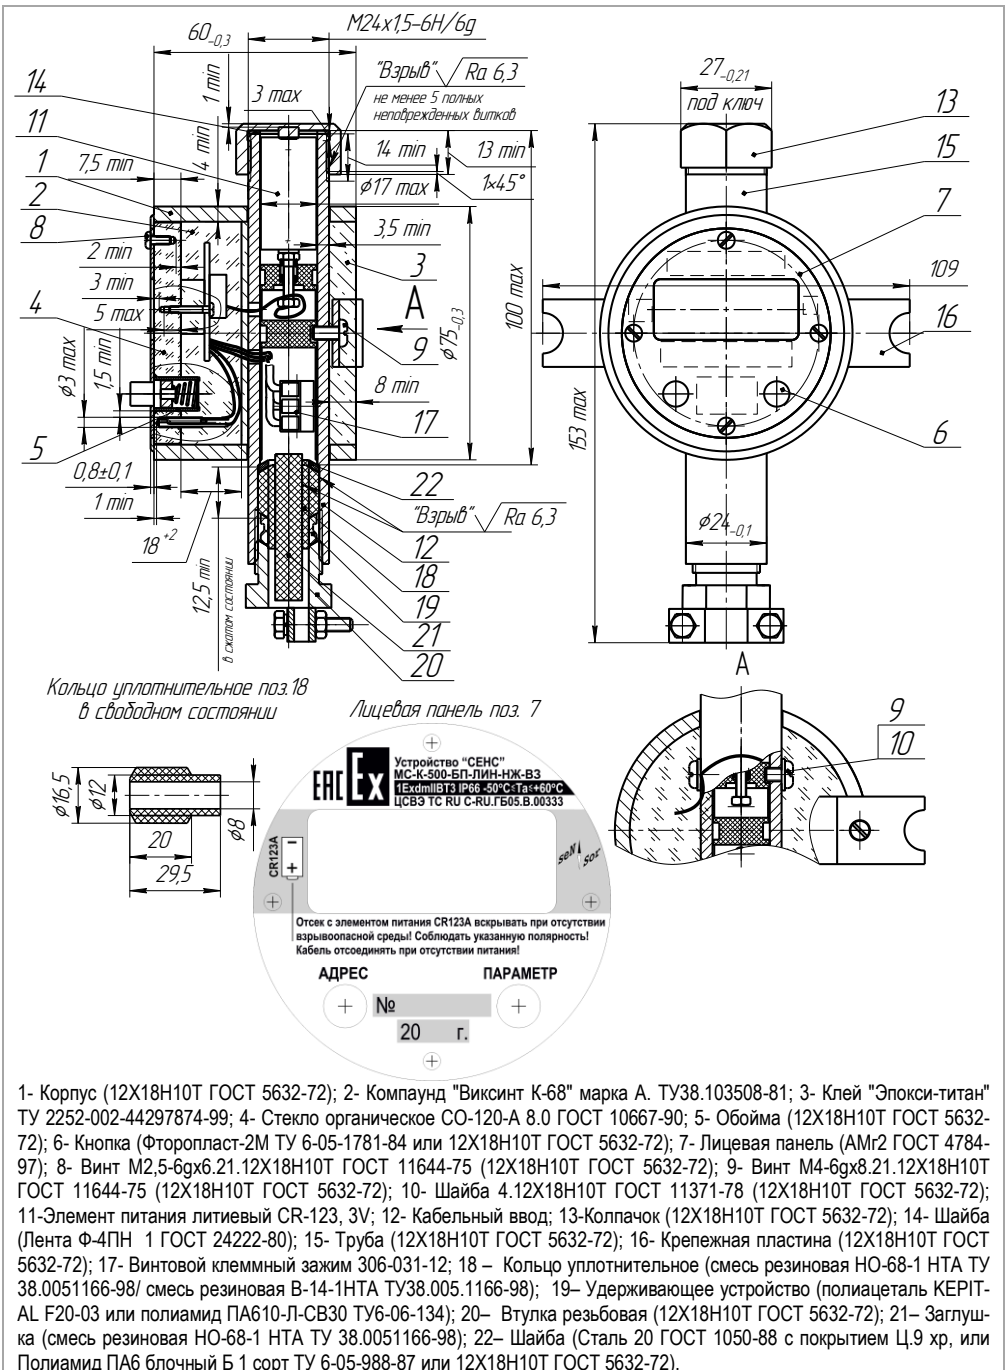

Рисунок 6
5.2.4 Сопряжения деталей, обеспечивающих взрывозащиту вида «d», показаны на чертеже средств взрывозащиты (рисунок 6), обозначены словом «Взрыв».
Крепление сигнализатора осуществляется к плоской поверхности при помощи двух болтов или резьбовых шпилек с гайками **М6** через крепежную пластину 16 (рисунок 6).
Электрические соединения и герметизацию сигнализатора производить следующим образом (рисунок 6):